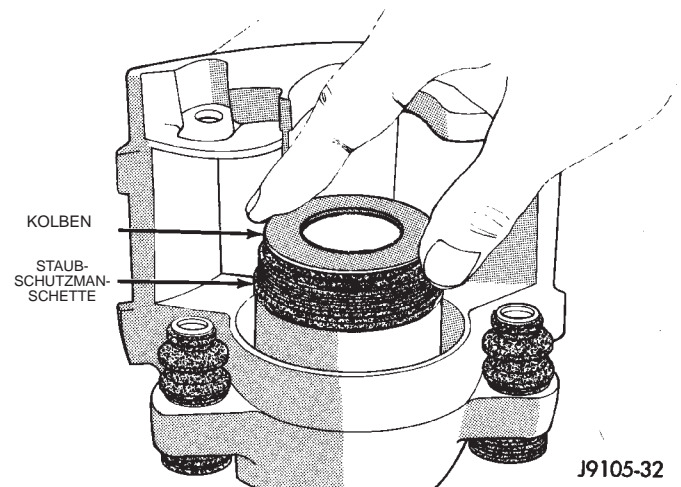

Abb. 73 Einsetzen des Bremssattelkolbens
(6) Den Bremssattelkolben mit der Hand in die Bremssattelbohrung pressen und den Kolben durch gleichzeitige Dreh- und Schiebewebungen in die Kolbendichtung treiben (Abb. 73).